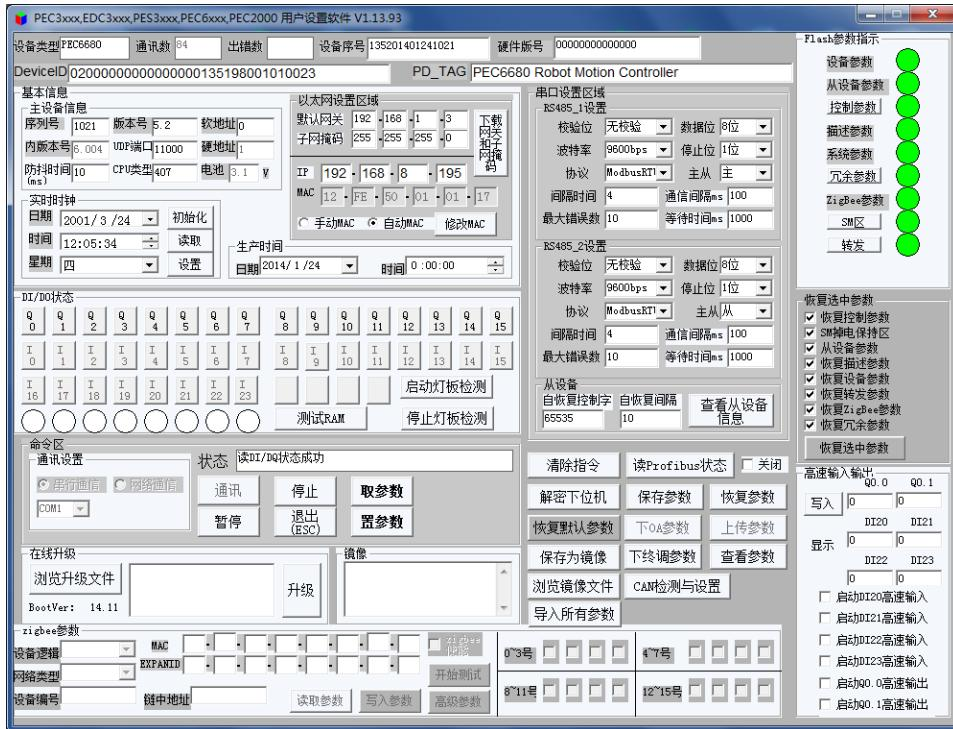

图 6-1-2 PEC6680 用户设置软件
(2) 启动设置软件: 启动 PEC6680 用户设置软件, 进入如图 6-1-2 所示界面, 单击“通信”按钮。设置软件连接控制器, 读取控制器系统参数, 进入参数设置状态。
(3) 参数设置: 点击“取参数”按钮, 将控制器现在运行的参数显示在软件界面上。“置参数”按钮则将软件界面中的已经修改的参数下载至控制器中, 完成对控制器系统参数的设置。“恢复默认参数”是将控制器的所有参数恢复至出厂的设置。
(4) 查看状态参数: 设备状态参数包括硬地址信息, 电池信息, 系统参数, 软件版本号等。
(5) 退出设置模式: 设置完成后取消电源端子短接线，并重新上电，控制器退出设置模式，进入正常工作模式。